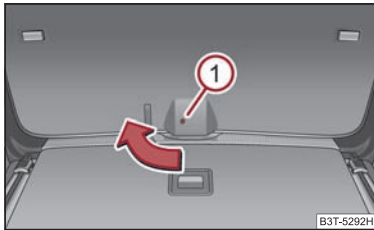

Abb. 36 Notentriegelung der Gepäckraumklappe
- Führen Sie in die Öffnung ① ⇒ Abb. 36 einen Schraubendreher bis zum Anschlag hinein.